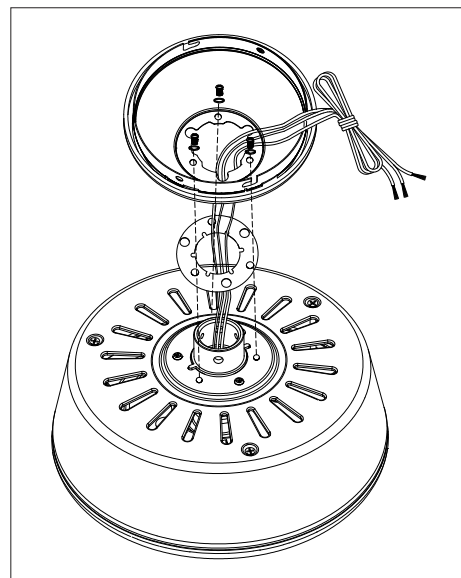

Figura 10
6. Pasa los cables que salen de la parte superior del conjunto motor-ventilador a través del aro de la cubierta y de la cubierta (asegúrate de que las aberturas de ranura para el aro y la cubierta queden en la parte superior). Coloca la cubierta sobre el collarín en la parte superior del motor. (Figura 10)